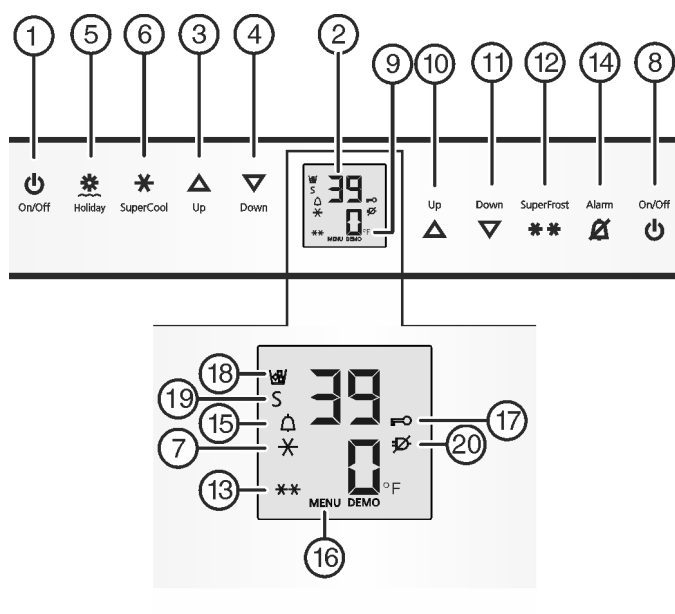

Fig. 3
- ▶ Appuyer sur la touche On/Off du congélateur *Fig. 3 (8)*.
- ▶ Appuyer sur la touche On/Off du réfrigérateur *Fig. 3 (1)*.
- ▶ Activer le mode de réglage : appuyer sur la touche SuperFrost *Fig. 3 (12)* pendant env. 5 s.
- ▷ Le symbole Menu *Fig. 3 (16)* luit.
- ▶ Régler le nombre de ° avec la touche de réglage Up *Fig. 3 (10)*/Down du congélateur *Fig. 3 (11)*.
- ▶ Confirmer : enfoncer brièvement la touche SuperFrost *Fig. 3 (12)*.
- ▶ Sélectionner l'affichage en °F ou °C avec la touche de réglage Up *Fig. 3 (10)*/Down du congélateur *Fig. 3 (11)*.
- ▶ Quitter le mode de réglage : Appuyer sur la touche On/Off du congélateur *Fig. 3 (8)*.
- ▶ Activer le mode de réglage : appuyer env. 5 sec. sur la touche SuperFrost *Fig. 3 (12)*.
- ▷ Le symbole Menu *Fig. 3 (16)* est allumé.
- ▶ A l'aide de la touche de réglage Up du compartiment congélateur *Fig. 3 (10)* ou de la touche de réglage Down du compartiment congélateur *Fig. 3 (11)*, sélectionner **c**.
- ▶ Confirmer : appuyer brièvement sur la touche SuperFrost *Fig. 3 (12)*.
- ▶ Appuyer brièvement sur la touche SuperFrost *Fig. 3 (12)* pour activer la sécurité enfants.
- ▷ Le symbole Sécurité enfants *Fig. 3 (17)* est allumé. L'affichage **c** clignote.
- ▶ appuyer brièvement sur la touche SuperFrost *Fig. 3 (12)* pour désactiver la sécurité enfants.
- ▷ Le symbole Sécurité enfants *Fig. 3 (17)* s'éteint. L'affichage **c** clignote.
- ▶ Désactiver le mode de réglage : appuyer sur la touche On/Off du congélateur *Fig. 3 (8)*.
- ▶ Appuyer sur la touche Alarme *Fig. 3 (14)*.
L'affichage de la température clignote en même temps que le symbole Alarme *Fig. 3 (15)*.